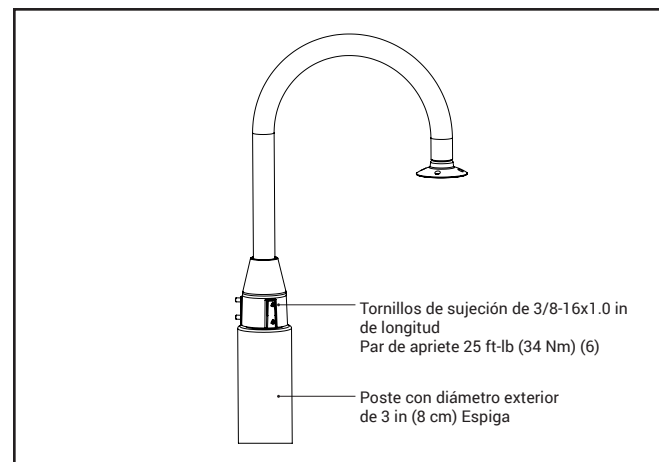

Figura 10.
3. Monte el brazo Bishop en el poste como se muestra en la Figura 10. Apriete los tornillos de sujeción de 3/8-16 a 25 ft-lb (34 Nm) en 6 lugares.